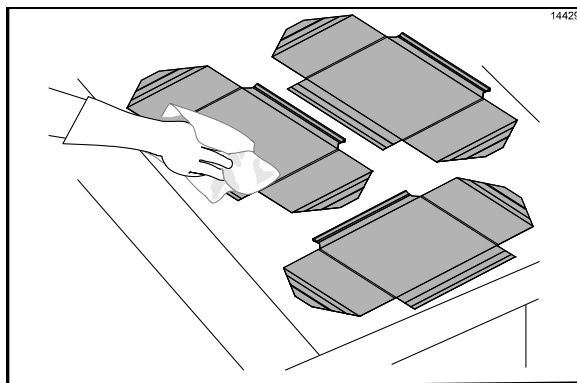

Figura 110
42. Enxágue os dois lados das folhas antiaderentes com um pano limpo apropriado para grill e umedecido com sanitizante. (Veja a Figura 110.)